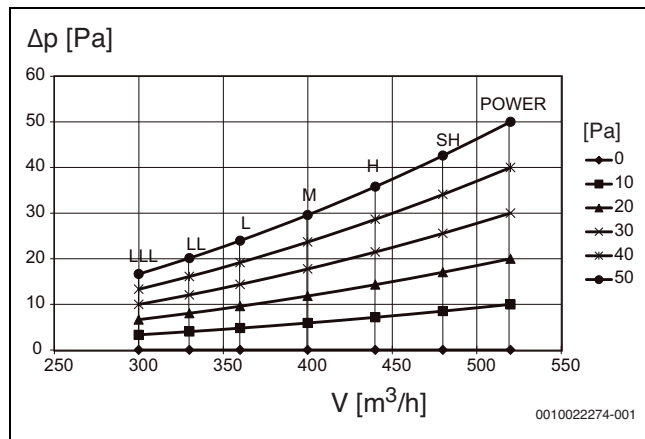
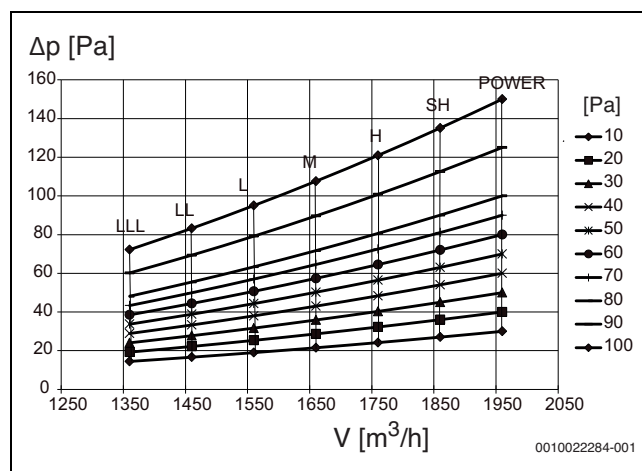

Fig. 24 AF-DL 22-1 P, AF-DL 28-1 P
Fig. 32 AF-DM 140-1 P
3. Înainte de instalarea conductei de aer, asigurați-vă că presiunea statică la nivelul acesteia este în cadrul intervalului admis al unității interioare (Consultați manualul IDU (unitate interioară)). Fig. 24 până la Fig. 32 prezintă curbele de presiune statică pentru unitățile interioare.